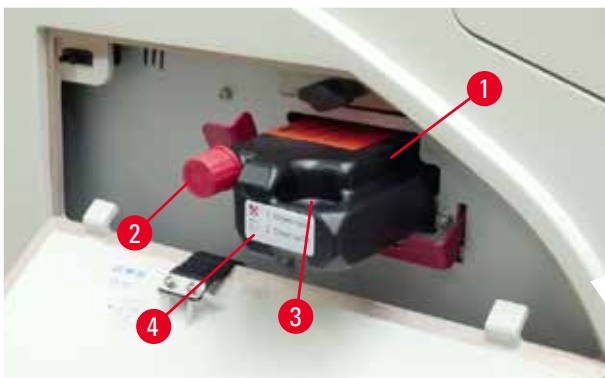

図 57
3. 保護フィルムを外した後、カートリッジを半分ほどカートリッジスロットに挿入します（→「図 57」）。